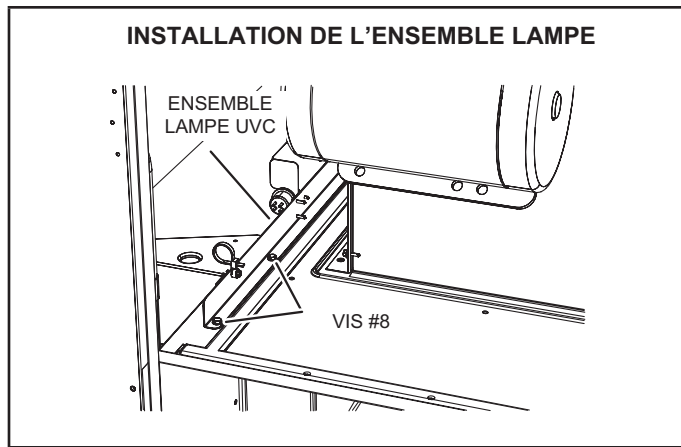

FIGURE 46
- 8 - Placez délicatement l'ensemble UVC sur le support du ventilateur. Alignez les trous de fixation de l'ensemble UVC sur les trous de fixation du support du ventilateur. Reportez-vous à la FIGURE 46. Utilisez les vis n° 10 fournies pour fixer l'ensemble UVC.